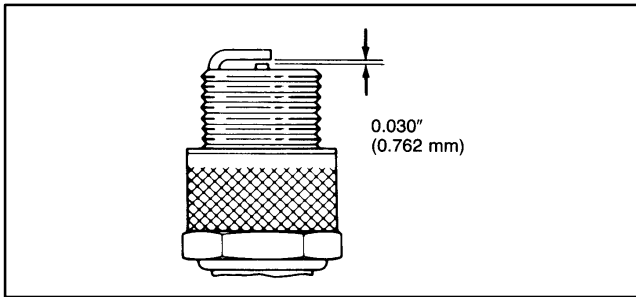

Abbildung 17
4. Den Abstand zwischen mittlerer und Seitenelektrode auf 0,762 mm einstellen (Abb. 17). Die korrekt eingestellte Zündkerze mit einer Dichtung einsetzen und auf ein Moment von 20,4 Nm anziehen.